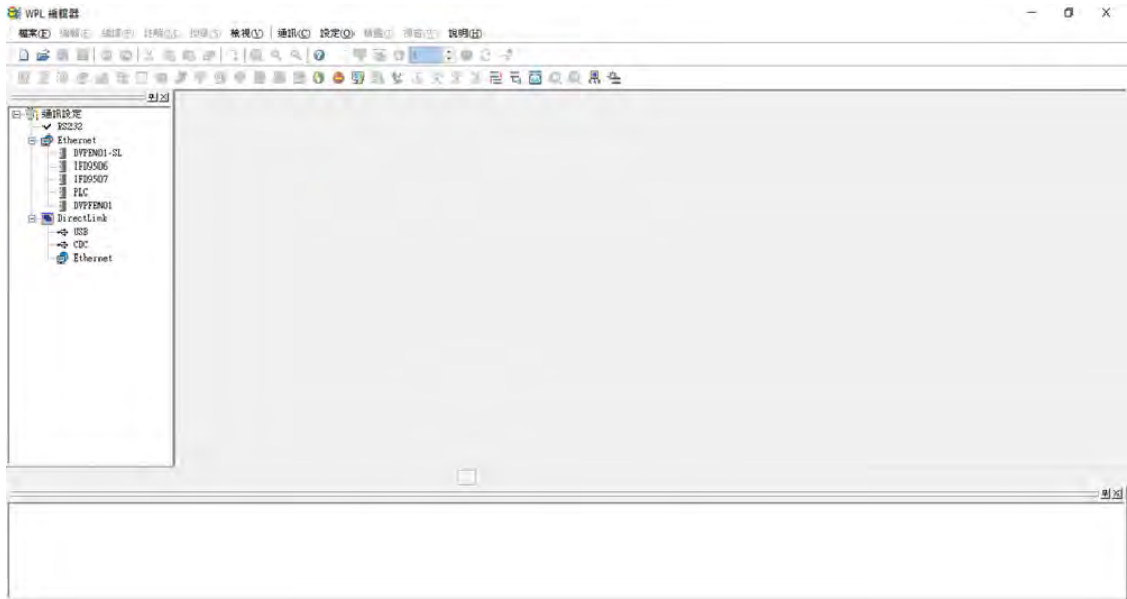

图 16-2
步骤 2. 出现 WPLsoft 编辑器窗口 (如下图 16-2)。第一次进入 WPLSoft 且尚未执行『开启新文件』时, 窗口在菜单栏中只有『档案 (F)』、『通讯 (C)』、『检视 (V)』、『设定 (O)』与『说明 (H)』。